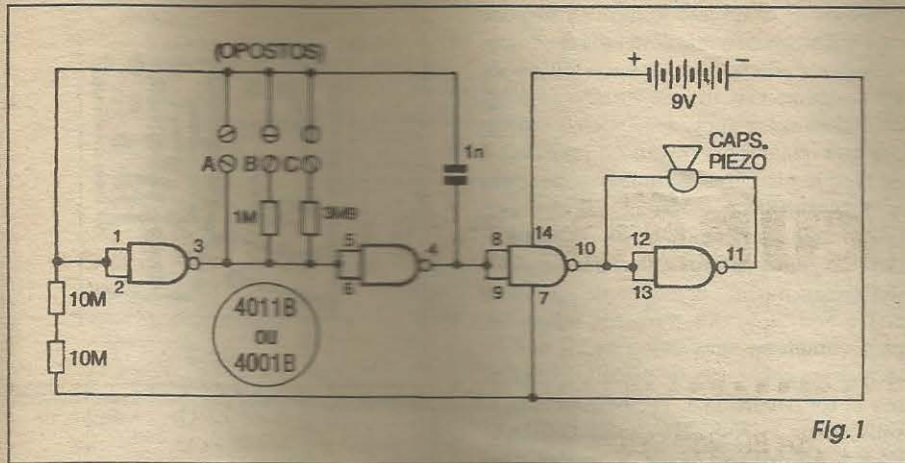

Fig. 1
- FIG. 1 - DIAGRAMA ESQUEMÁTICO DO CIRCUITO - No centro operacional do circuito, temos um barato e comum Integrado digital da *família* C.MOS, podendo (no caso específico dessa monta-